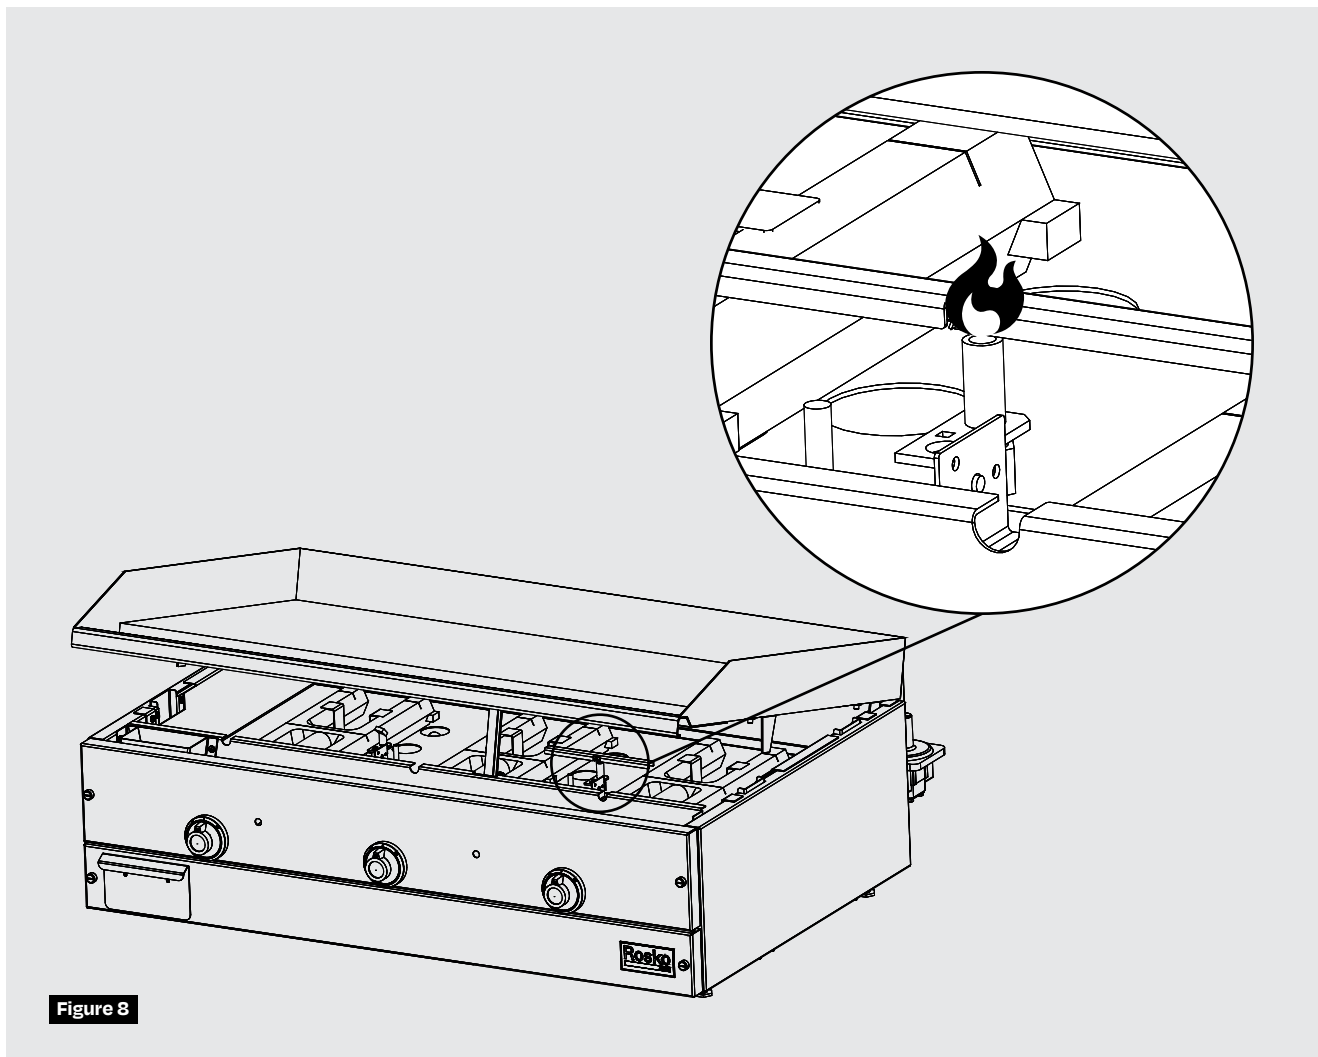

Figure 8
1. Tourner le(s) thermostat(s) en position «OFF » et attendre cinq (5) minutes.
4. Allumer manuellement la ou les veilleuse(s). **(Figure 8)**